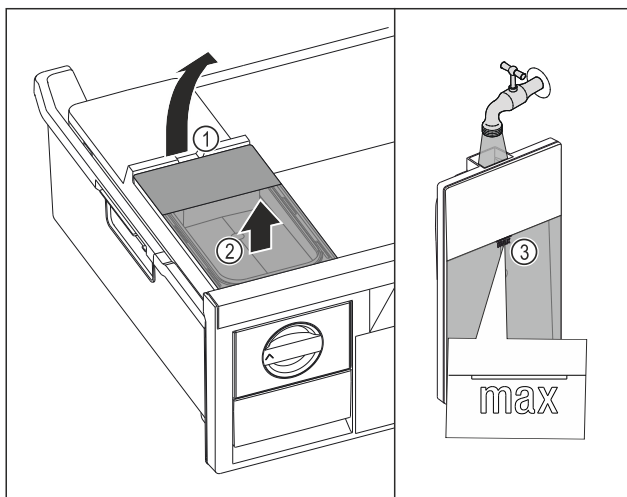

Fig. 164
- Sollevare il serbatoio dell'acqua dalla cavità Fig. 164 (1).
- Rimuovere il serbatoio dell'acqua estraendolo verso l'alto. Fig. 164 (2)
- Riempire il serbatoio dell'acqua con acqua potabile fino al contrassegno Fig. 164 (3).